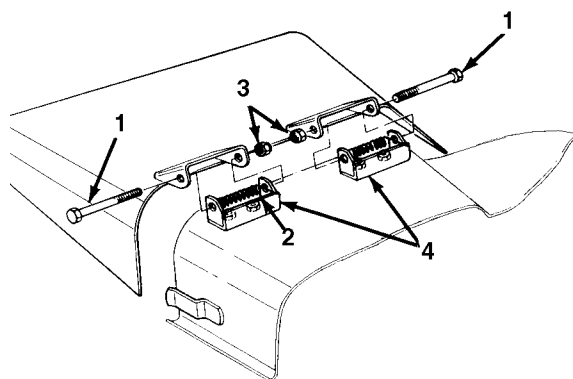

Fig. 18
5. Anbring alle tre knive i "A" positionen (fig. 18) og mål afstanden fra den vandrette overflade til den nederste del af spidsen på hver kniv (fig. 16).